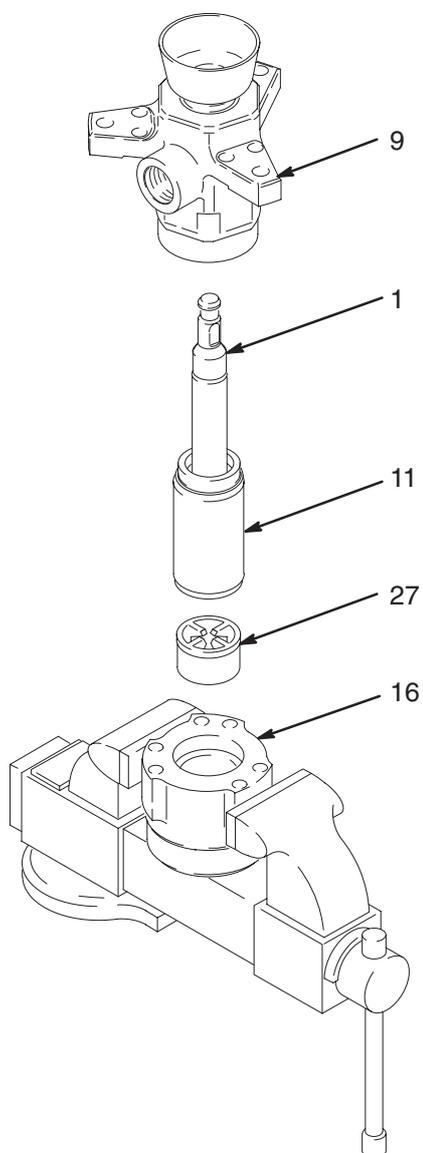

Fig. 6
4. Levante el alojamiento de salida (9), teniendo cuidado de que permanezca perfectamente vertical, y sáquele de la bomba. Tenga cuidado de no rayar la base de la varilla (1) mientras desmonta el alojamiento. Vea la Fig. 6.
5. Levante el cilindro (11), la base de la varilla (1), y el conjunto del pistón y sáquelos del alojamiento de admisión (16). Saque la guía de la bola (27) del alojamiento de admisión e inspeccione su superficie. Vea la Fig. 6.
6. Utilice un martillo de goma para empujar la base de la varilla (1) y el conjunto del pistón por la parte inferior del cilindro (11), hasta que se libere el pistón. Extraiga la varilla y el pistón del cilindro, teniendo cuidado de no rayar sus piezas.
5. Lubrique la rosca de la tuerca de la empaquetadura (2) e instálela, sin apretarla demasiado, en el alojamiento de salida (9).
6. Lubrique las empaquetaduras del pistón. Introduzca la base de la varilla (1) y el conjunto del pistón en el cilindro (11). Dado que el cilindro es simétrico, cualquiera de los lados puede estar dirigido hacia arriba. Utilice un martillo de goma para introducir la varilla en el cilindro, hasta que el alojamiento de asiento del pistón (14) llegue al fondo del cilindro.
7. Coloque la guía de la bola de admisión (27) en el alojamiento de admisión (16). Coloque el alojamiento de admisión en el torno de banco, dirigiéndolo hacia arriba. Vea la Fig. 6.
8. Instale la junta tórica (10\*) en el fondo del cilindro (11). Lubrique la junta tórica. Coloque el cilindro en el alojamiento de admisión (16). Para asentar el cilindro, golpee ligeramente la parte superior de la base de la varilla (1) con un martillo de goma.
9. Instale la junta tórica (10\*) en la parte superior del cilindro (11). Lubrique la junta tórica. Coloque el alojamiento de salida (9) en el cilindro.